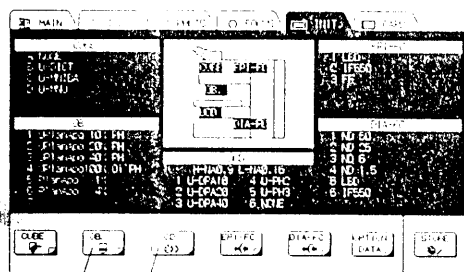
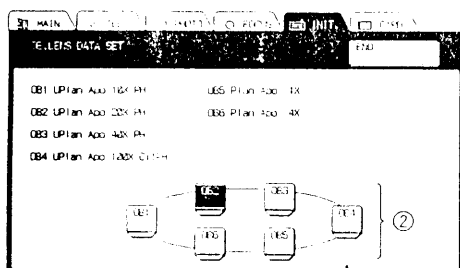
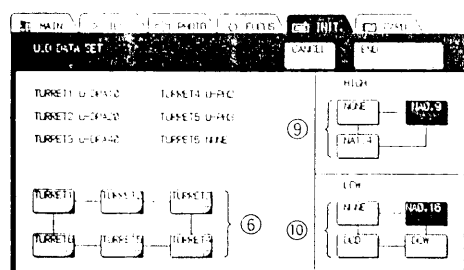

図 12
図 13
図 15
(図12, 13, 14)
- 1) INIT. 設定画面の **OB.** ①(図12)を押すと図13の対物レンズ設定画面となります。
3 コンデンサデータの設定(UCD) (図15, 16)
- 1) INIT. 設定画面の **UCD** 5(8 頁図12)を押すと、図15のコンデンサデータ設定画面となります。
- 6) トップレンズの高倍(HIGH)9と低倍(LOW)10の種類の選択を行います。(図15)